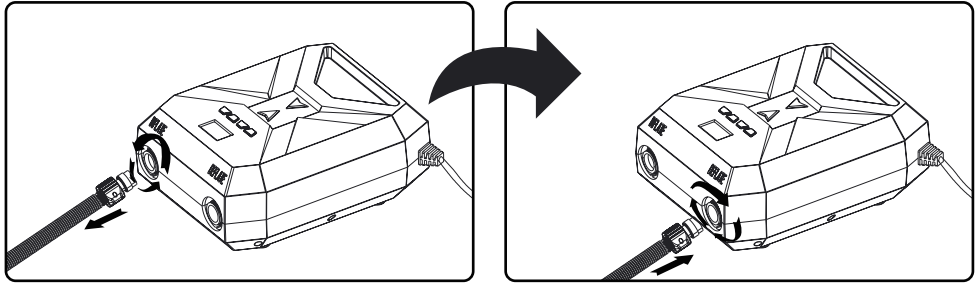

FIG 3
- Retire la manguera del puerto de inflado de la bomba y conéctela a la salida de desinflado y gire en el sentido de las agujas del reloj para bloquearla en su posición. (FIG 3).